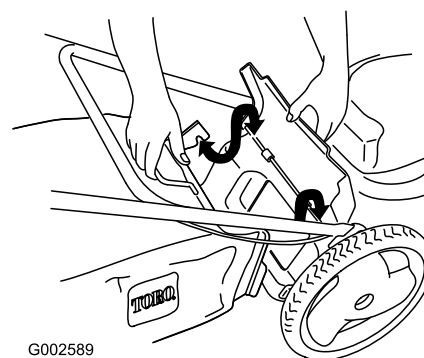

Figure 21
3. Montez le bac sur la tige du volet (Figure 21).